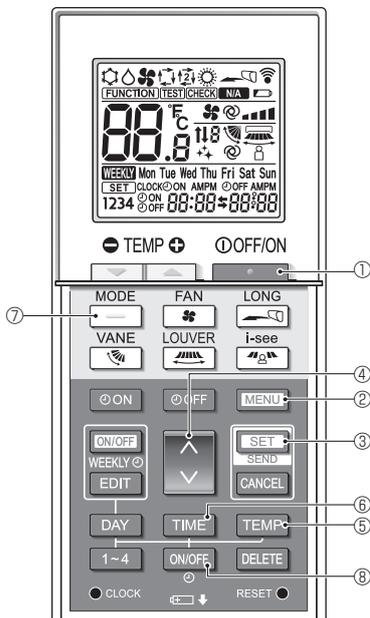

Fig. 6-9
2. Prima o botão **MENU** 2. O ecrã de definições Function (Função) é apresentado e o número da função A pisca. (Fig. 6-9) Prima o botão **↓** 4 para alterar o número da função.